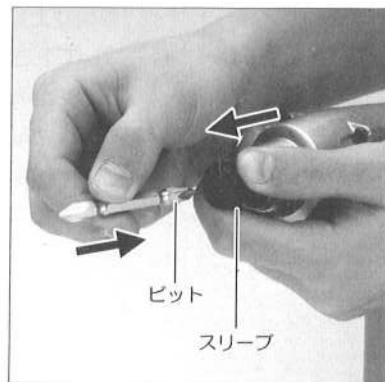

図5
- 本体にビットを差し込むときは、スリーブを最後まで前方向に引いて、ビットを差し込んで下さい。スリーブを元にもどして軽くビットを引き抜け落ちないことを確認して下さい。(図5参照)